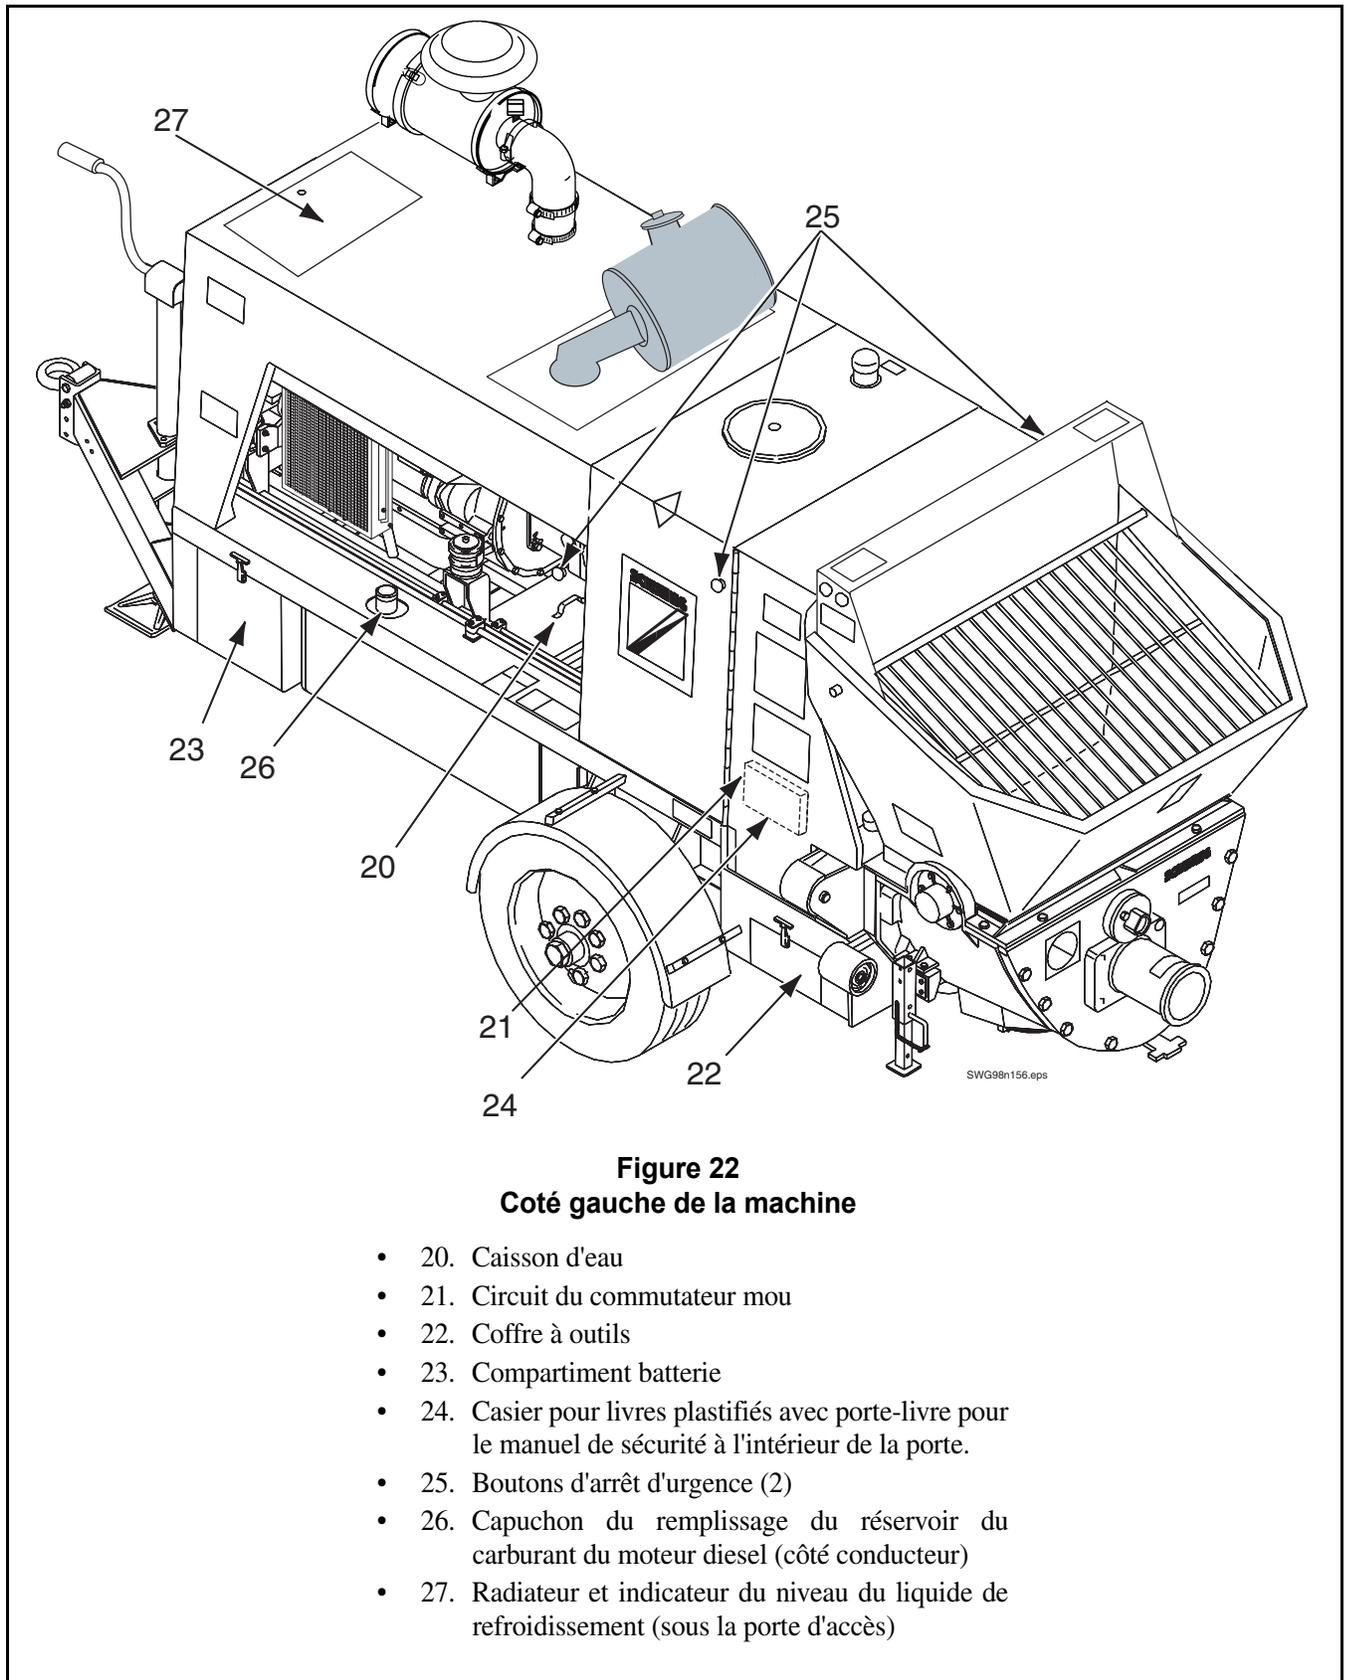

Figure 22
- Élément 26. Capuchon du remplissage du réservoir du carburant du moteur diesel (Figure 22).